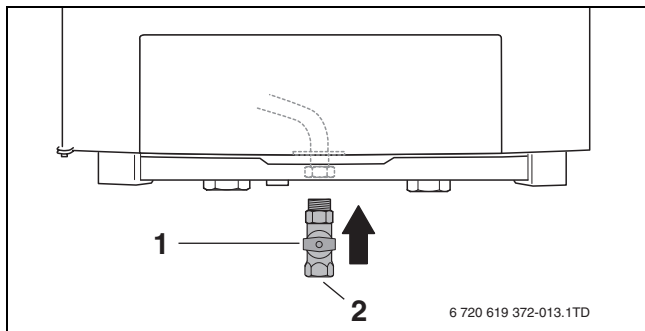

Fig. 19 Collegamento del raccordo del gas
- Installare il rubinetto del gas (→ fig. 19, [1]) nella tubazione del gas (GAS) secondo TRGI e TRF. Utilizzare un rubinetto con un diametro minimo di almeno 1".
- Collegare la tubazione del gas, senza tensioni al raccordo del gas (→ fig. 19, [2]). Utilizzare tubature del gas con un diametro minimo di almeno di 1".